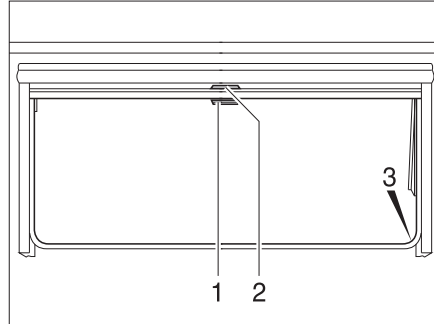

Fig. 75 Finestra apribile
- Tirare verso il basso l'oscurante a rullo accompagnandolo con la maniglia (Fig. 75,2). Quando si chiude completamente l'oscurante a rullo esso va agganciato da entrambi i lati al telaio della finestra nell'apposito elemento di fissaggio (Fig. 75,3).
- Quando l'oscurante a rullo è completamente chiuso: Spingere la maniglia (Fig. 75,2) verso il basso tirandola leggermente verso l'interno. Sganciare l'oscurante a rullo dagli elementi di fissaggio a destra e a sinistra del telaio della finestra.
- Quando l'oscurante a rullo si trova in posizione intermedia: Tirare la maniglia (Fig. 75,2) leggermente verso il basso finché l'elemento di fissaggio non si è sganciato.
- Tirare la maniglia (Fig. 75,1) della zanzariera a rullo verso il basso e agganciarla all'elemento di fissaggio (Fig. 75,3) su entrambi i lati del telaio della finestra.
- Spingere la maniglia (Fig. 75,1) verso il basso tirandola leggermente verso l'interno. Sganciare la zanzariera a rullo dagli elementi di fissaggio a destra e a sinistra del telaio della finestra.